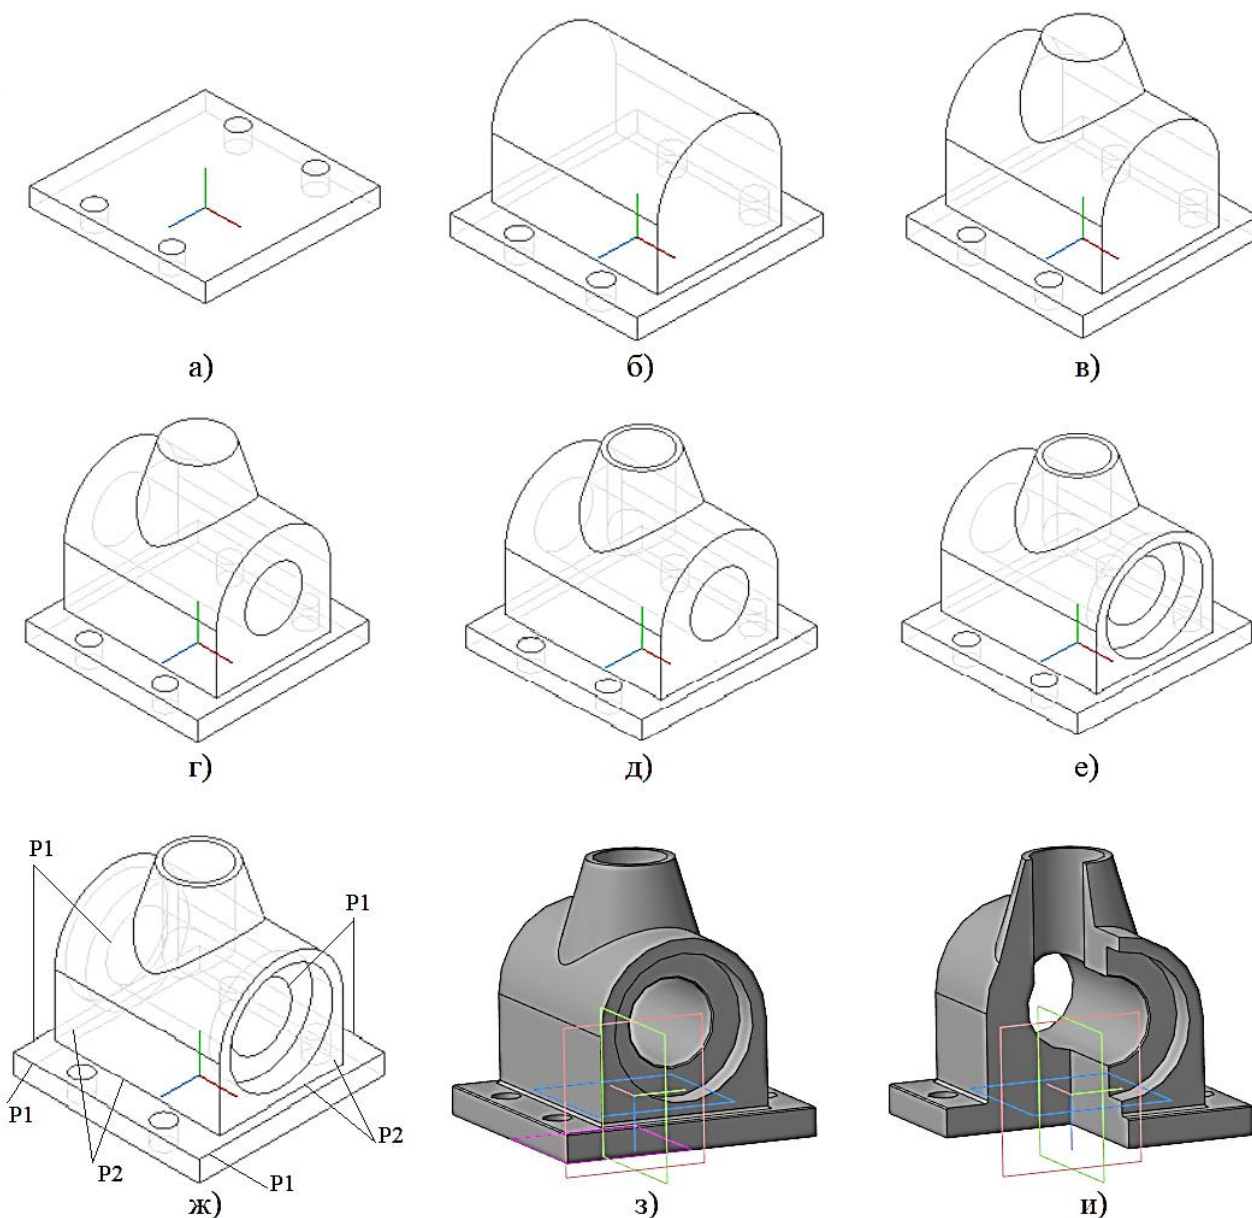

Рисунок 46 – Порядок выполнения работы
4. Для создания горизонтального сквозного отверстия создайте эскиз в конструктивной плоскости модели. Постройте окружность радиуса 15 мм. Вырежьте выдавливанием окружность со следующими параметрами: направление выдавливания – прямое, способ построения – через всё (рисунок 46г).
Полученный эскиз используйте для создания отверстия при помощи операции «Вырезать выдавливанием» (способ построения – до поверхности). В качестве поверхности–границы укажите созданное на предыдущем этапе сквозное отверстие (рисунок 46д).
6. Для создания углублений диаметром 50 мм создайте эскиз в конструктивной плоскости модели. Постройте в эскизе окружность диаметром 30 мм, центр которой совпадает с центром сквозного отверстия. Вырежьте выдавливанием построенную окружность на расстояние – 10 мм (рисунок 46е).
В качестве данных для операции последовательно укажите в Дереве построений модели последнюю операцию выдавливания и координатную плоскость YZ (рисунок 46ж).